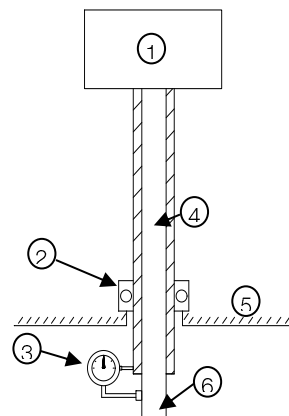

Figura 4.14: Alineación de motor con eje hueco
1. Fijar el reloj indicador a través de su base magnética en el eje de la bomba y alinearlos con la superficie base (eje del motor), ajustando el reloj indicador en cero (Figura 4.14);
Detalle de la Figura 4.14: